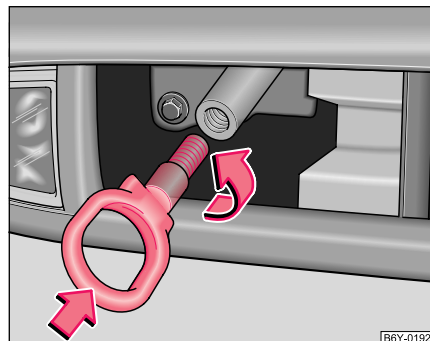

Fig. 149 Pare-chocs avant: Pose des oeillets de remorquage
- Visser à fond vers la gauche et manuellement l'oeillet de remorquage ⇒ **fig. 149** et le serrer avec la clé de roue (passer la clé de roue à travers l'oeillet).